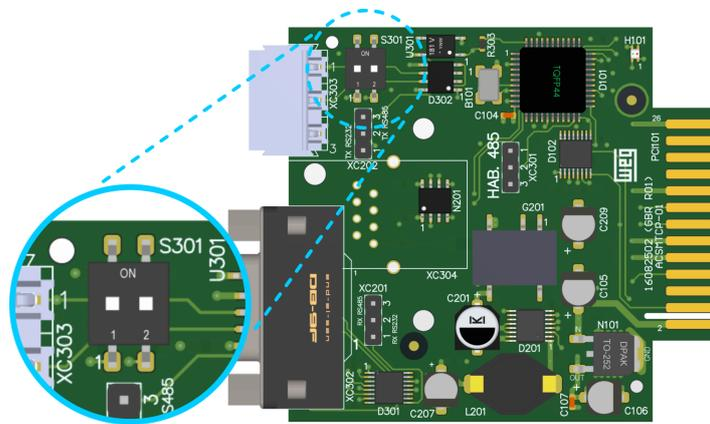

Figura 5.4: Seleção do resistor de terminação para RS485.
- Para a comunicação RS485 está disponível ainda a ativação do resistor de terminação através da chave S301 na posição ON, Figura 5.4.